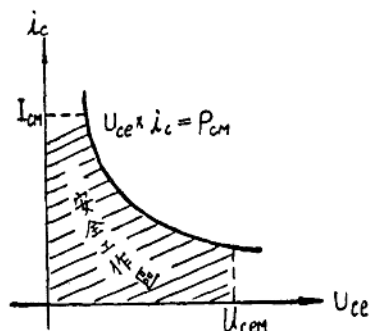

图 1.26 安全工作区图示
6. 最大集电极功率损耗 P_{CM} ：集电结反向电阻很大，集电极电流通过时就会损耗一部分功率，产生热量使集电结温度升高， I_{CBO} 也随之增加，损耗功率太大时，可能使管子损坏，因此使用时三极管的 $U_{CE} \times i_C$ 不能超过 P_{CM} ，我们把 $U_{CE} \times i_C = P_{CM}$ 的各点连成一条曲线（有的手册上绘出这条线），如图 1.26 所示。在曲线右上方工作时， $U_{CE} \times i_C > P_{CM}$ ，工作不安全，在曲线左下方工作时 $U_{CE} \times i_C < P_{CM}$ ，同时，还要保证 $i_C < I_{CM}$ ， $U_{CE} < U_{CEM}$ ，才是安全的（图 1.28 阴影部分）。